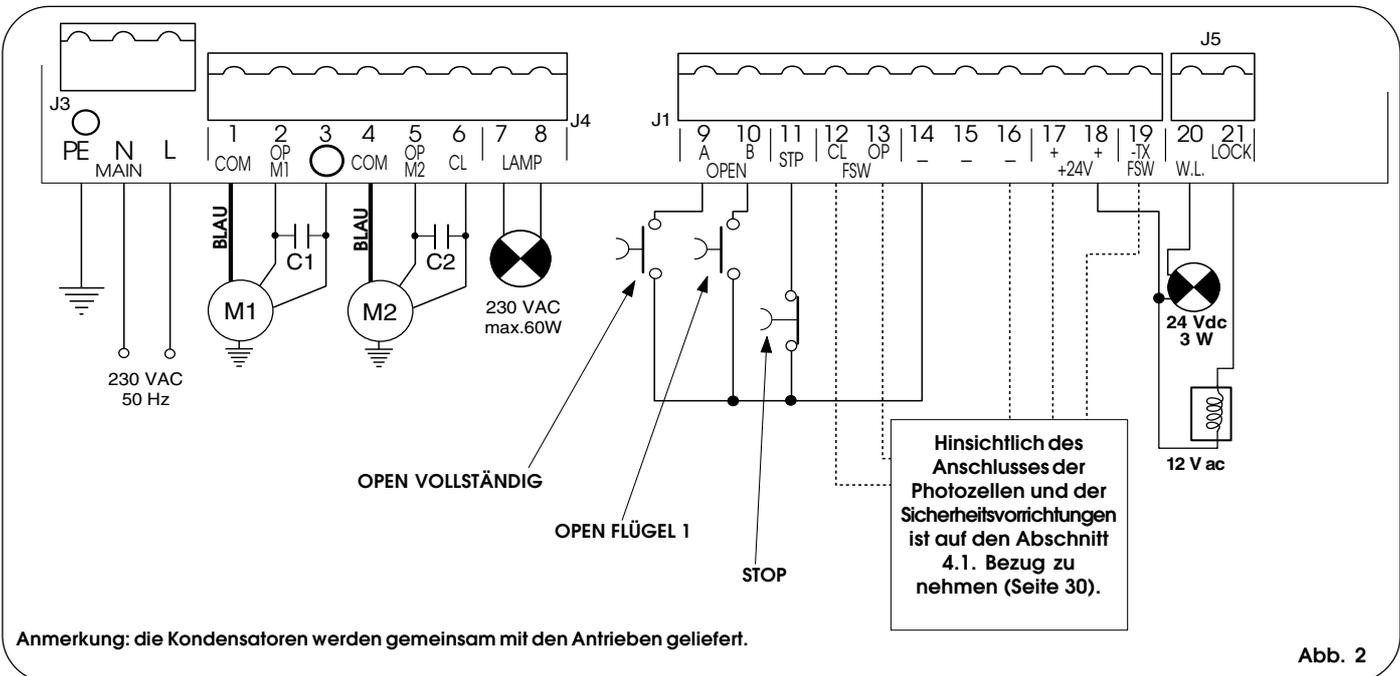

Abb. 2
- Das Erdungskabel ist an die entsprechende Klemme auf dem Stecker J3 des Geräts anzuschließen (siehe Abb. 2).
**4.2. Klemmenleiste J3 - Versorgung (Abb. 2)**
**4.3. Klemmenleiste J4 - Motoren und Blinkleuchte (Abb. 2)**
**4.4. Klemmenleiste J1 - Zubehör (Abb. 2)**
**4.5. Klemmenleiste J5- Kontrollampe und Elektroschloß (Abb. 2)**
**4.6. Stecker J2 - Schnellanschluß (Abb. 2)**